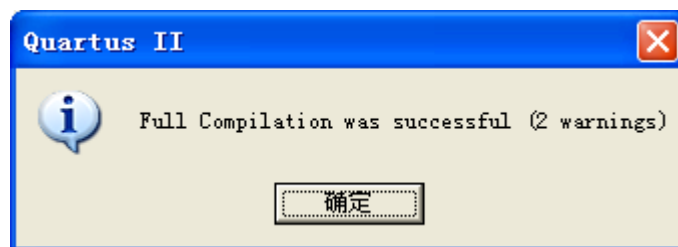

图 2-21 编译结果窗口
16. 全编译文件。完成分配引脚后，点击菜单项 Processing->start compilation、点击图标或使用 CTRL+L 执行全编译，生成 sof 目标文件。结果如图 2-21 所示，可见引脚未指定的 warning 已经去掉。